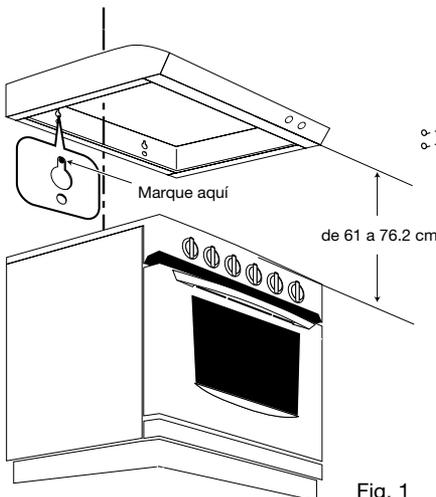

Fig. 1
2. "Colocar" la campana en la pared y marcar con un lápiz los puntos donde se harán los barrenos (Fig.1).